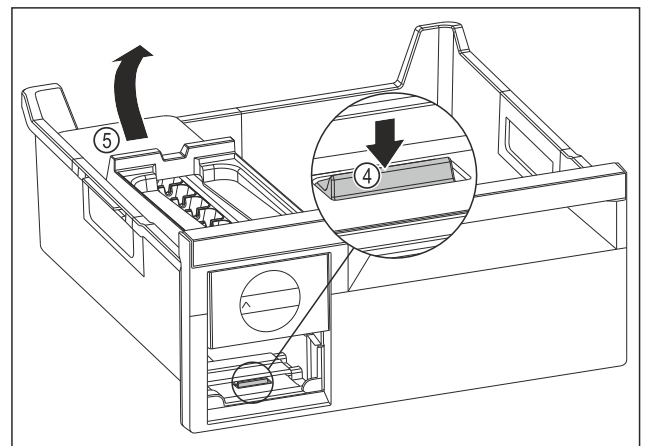

Fig. 197
- ▶ EasyTwist-Ice-Korpus entnehmen: Lasche Fig. 197 (4) mit Finger nach unten drücken und gleichzeitig mit der anderen Hand den EasyTwist-Ice-Korpus Fig. 197 (5) von hinten anheben.